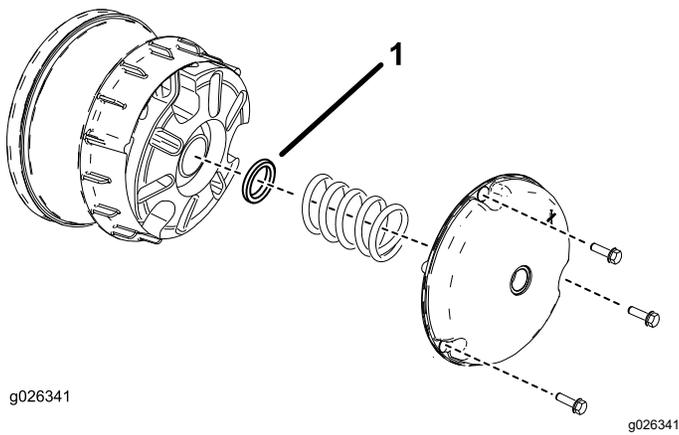

図 62
- 図 62** に示すように、一次クラッチカバーを固定しているボルトを外す。